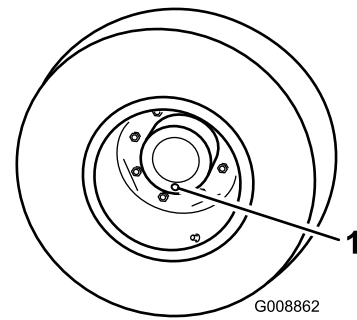

Figure 103
1. Placez la machine sur une surface plane et horizontale et tournez une roue de sorte que l'un des bouchons de contrôle se trouve à la position la plus basse (6 heures) (Figure 103).